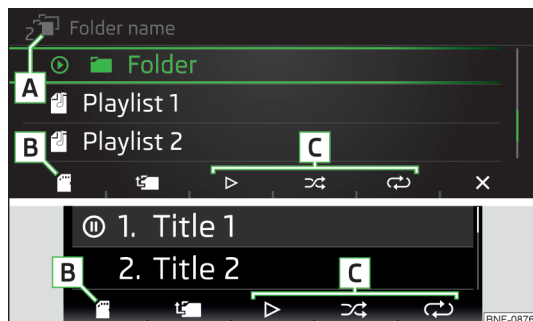

Fig. 104
Lista de la carpeta/título » fig. 104
- Para **seleccionar la fuente de audio en la lista de carpeta/título**, presionar nuevamente la tecla de función **[B]** hasta que se visualice en la pantalla la posición **[B]**» **fig. 104 de la pág. 84** **🎵**.